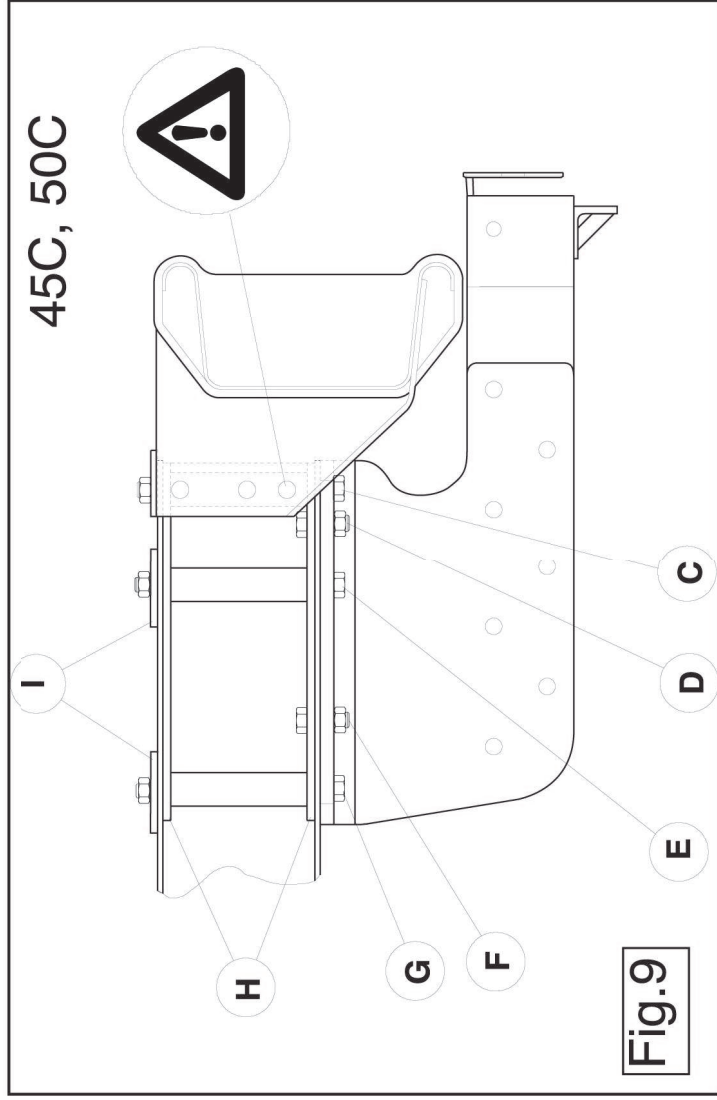

Fig.9
3. Seulement pour les modèles 45C et 50C, il faudra monter la barre arrière (comportant l'éclairage) de 30 mm. Le trou de fixation inférieure (voir la figure 9) devra d'abord être prépercé (de l'intérieur vers l'extérieur) de 13 mm. Monter les boulons de fixation avec la tête de boulon à l'intérieur du longeron de châssis de façon à pouvoir faire passer les entretoises. Pour les modèles 35C et 40C : Vérifier que les boulons de fixation de la barre arrière sont montés avec la tête de boulon à l'intérieur du longeron de châssis de façon à pouvoir faire passer les entretoises.
4. Monter les deux plaques latérales A et B (voir la figure 9). Monter la plaque latérale A ainsi que la contreplaque H sur les trous D et F à l'aide des boulons M12x40, rondelles grower et écrous inclus.